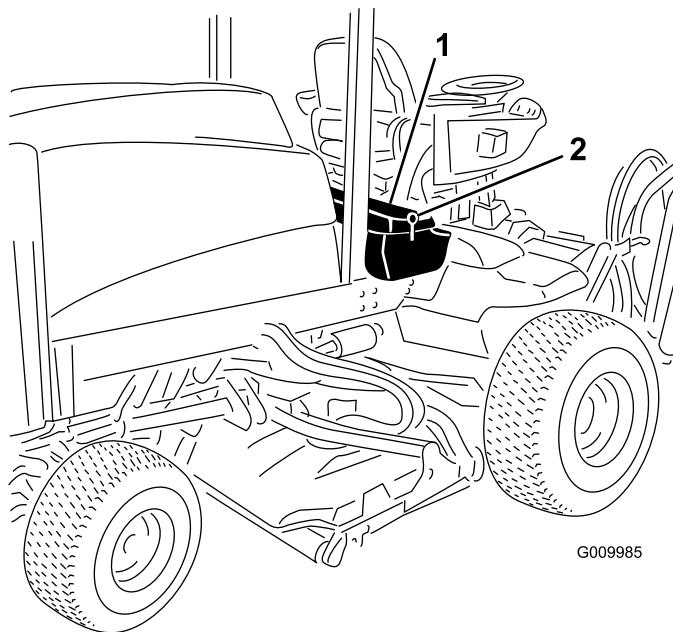

図 36
- 運転席のコンソールパネルのラッチを外して持ち上げる図 36。